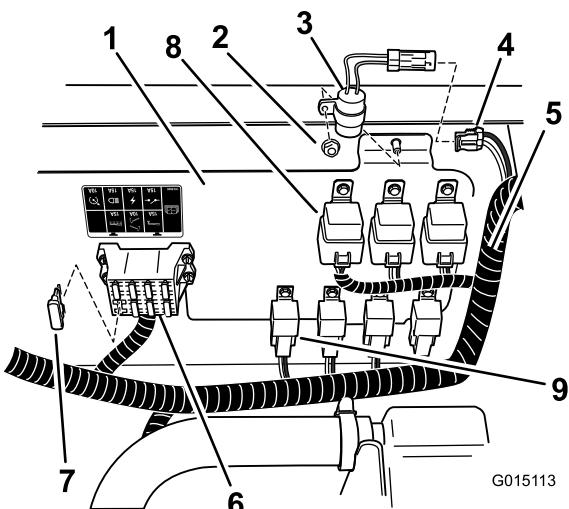

Bild 28
- Ermitteln Sie den Verzögerungstimer in den losen Teilen und bauen Sie ihn an der Stelle ein, die in Bild 28 dargestellt ist.
4. Schließen Sie den Timer am Hauptkabelbaum an, wie in (Bild 28) dargestellt.
5. Setzen Sie eine Sicherung (40 A) in den offenen Einschub am Sicherungsblock ein, wie in Bild 28 dargestellt.